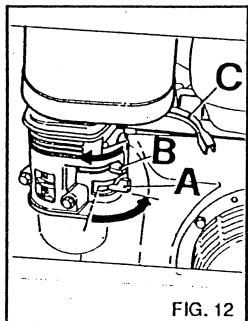

FIG. 12
1) Placer le levier du robinet essence A sur la position ON (fig. 12).
2) Placer le levier de démarrage B sur la position starter (fig. 12). Si le moteur est chaud ou si température ambiante est élevée, cette opération n'est pas nécessaire.
4) Une fois que le moteur est en marche, remettre le levier de démarrage B en position d'origine (fig. 12).
2) Placer le levier du robinet A de l'essence sur la position OFF fermé (fig. 12).